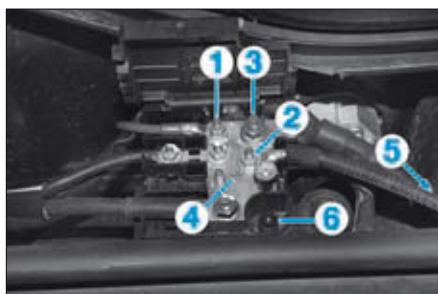

FIG. 80
- les fils (1), (2) et (3) de la borne d'alimentation positive (4) du compartiment d'auvent (Fig.80),
- le connecteur (5).
- la vis (6) de la borne d'alimentation,